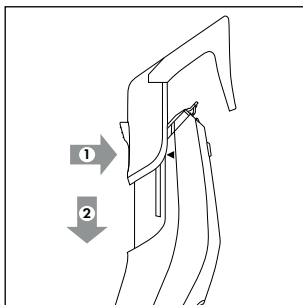

Bild 2
- ♦ För att sätta på en kamtillsats **10/11** trycker du in den under skärhuvudet **1**. Håll ögonen på de båda styrskenorna **3** på vänster och höger sida. För kamtillsatsen **10/11** nedåt längs styrskenorna **3** (se bild 2). Håll då knappen baktill på kamtillsatsen **10/11** intryckt.